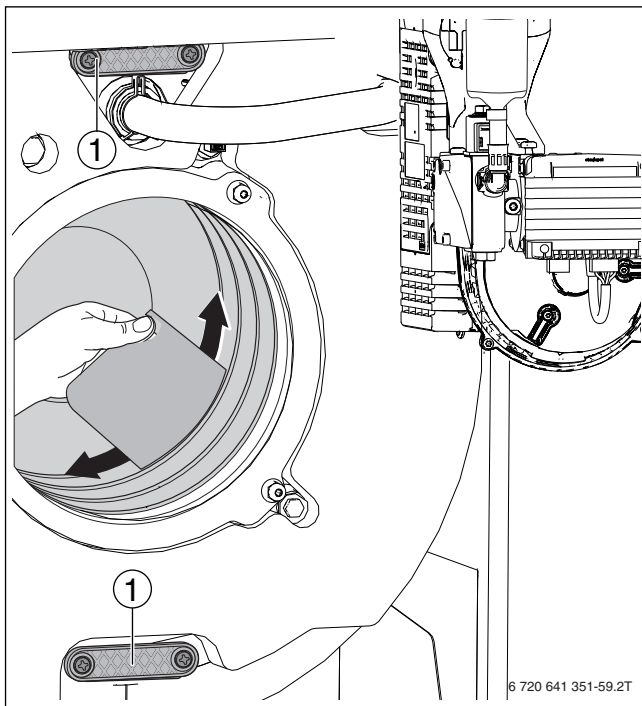

Bild 80 Heizgasspalte mit Reinigungsspachtel reinigen
- ▶ Befestigungsschrauben der beiden Reinigungsdeckel (→Bild 80, [1]) entfernen.
- ▶ Heizgasspalte mit Reinigungsspachtel reinigen (→ Bild 80). Hinweise zur Reinigung beachten!